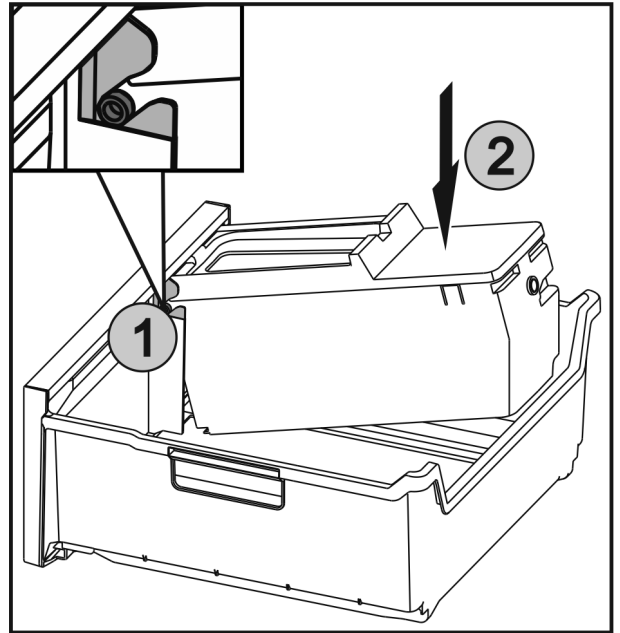

Fig. 58
- ▶ De assen Fig. 58 (1) van EasyTwist-Ice in de geleidingen schuiven en de achterste zijde Fig. 58 (2) erin drukken tot de lip vergrendelt.